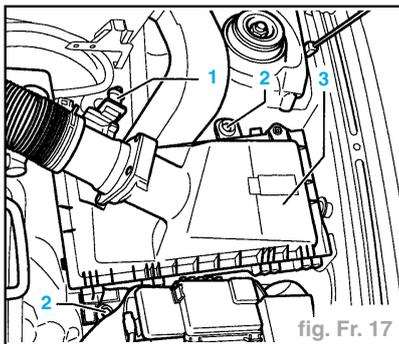

fig. Fr. 17
- Débrancher la fiche (1) du débitmètre d'air massique du tube de guidage du filtre à air (fig. Fr. 17).